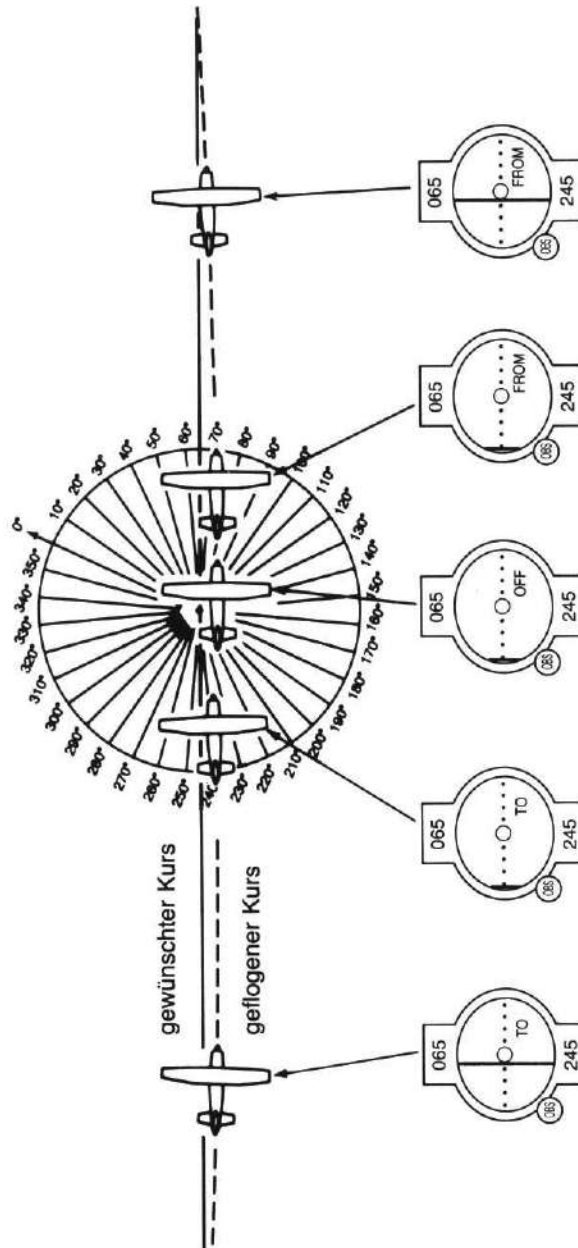

Abb. 17: VOR Durchgang
1. Wählen Sie eine VOR-Station, an der Sie vorbeifliegen möchten ("TO" auf dem gewähltem Radial bzw. "FROM" auf dem um 180 Grad davon versetzten Radial). Radial einstellen und darauf zufliegen ("TO"). (Siehe Abb. 17).